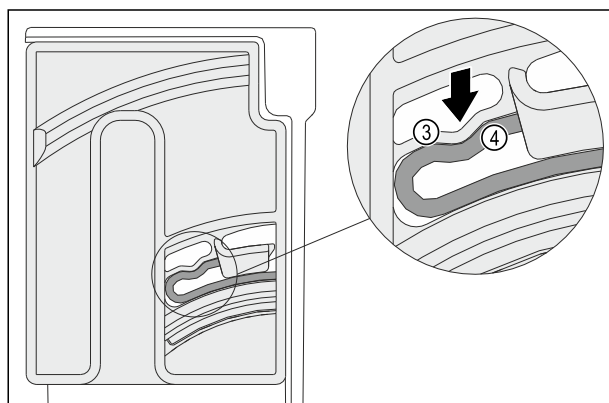

Fig. 147
- L'elemento elastico Fig. 147 (3) dell'unità di rotazione si innesta in modo udibile nel corpo circolare della nervatura Fig. 147 (4).